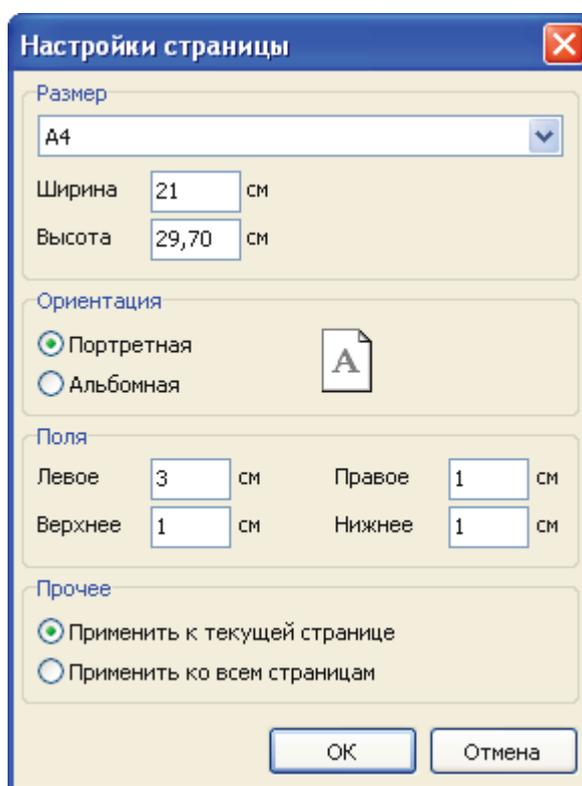

Рисунок 24 – Окно настройки страницы.
-  – кнопка «Свойства страницы». Открывает окно настройки страницы (Рисунок 24), с помощью которого можно задать основные свойства страницы для печати.